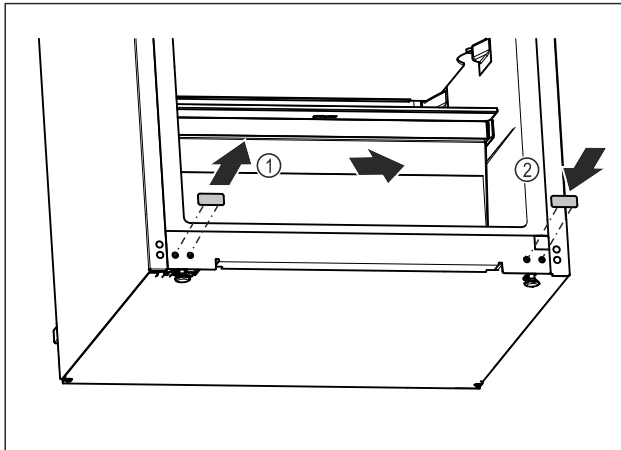

Fig. 12
- ▶ Retirer le cache de recouvrement. Fig. 12 (1)
- ▶ Placer le cache de recouvrement du côté opposé. Fig. 12 (2)